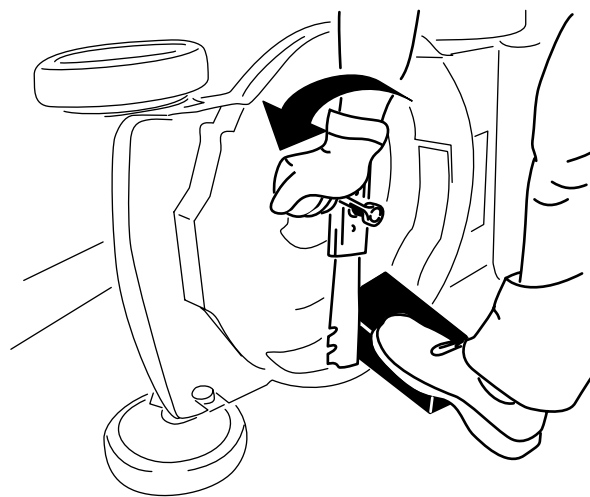

Figura 24
3. Utilice un bloque de madera para inmovilizar la cuchilla (Figura 24).
4. Retire la cuchilla, conservando todos los herrajes de montaje (Figura 24).